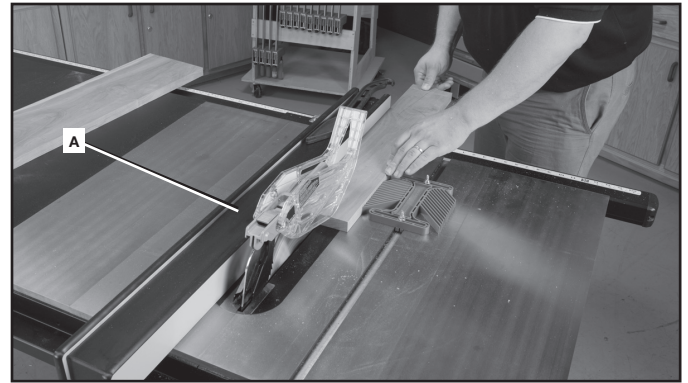

FIG. 55
3. Maintenez la pièce à plat sur la table et contre le guide (A) fig. 55. Maintenez la pièce à environ 25 mm (1 po) de la lame.
⚠ ATTENTION : La pièce à machiner doit avoir un bord droit contre le guide et ne doit être ni gondolée, ni déformée, ni courbe. Protéger les mains de la lame et les maintenir à l'écart du chemin de lame. Se reporter à la position adéquate pour les mains en fig. 55.